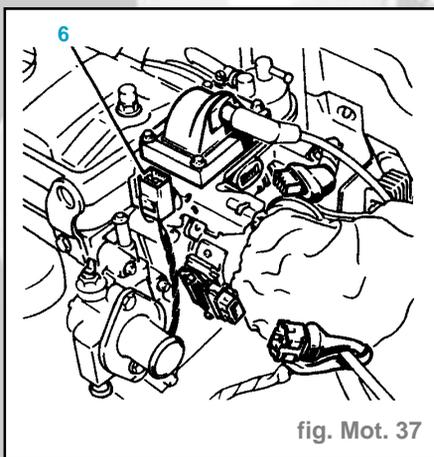

fig. Mot. 37
- Dégrafer la prise capteur de PMH (6) de son support (fig. Mot. 37).